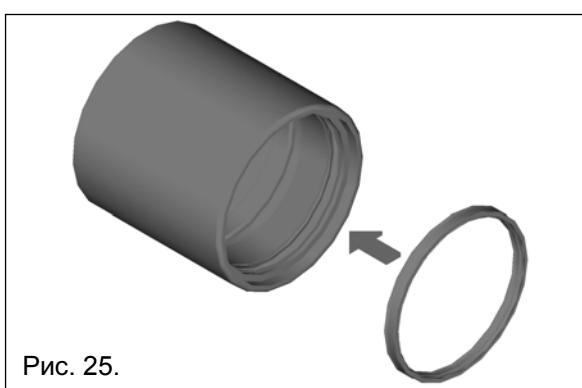

Рис. 25.
- полиуретановое уплотнительное кольцо (рис. 25.);